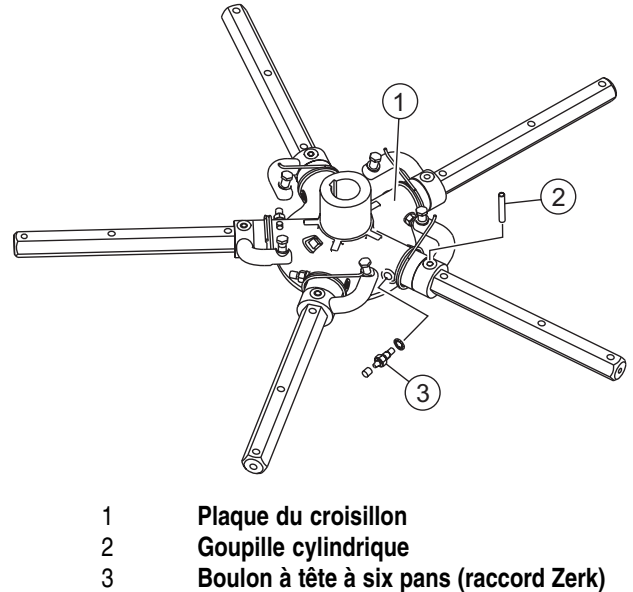

Figure 36. Retrait de la goupille cylindrique et du raccord graisseur Zerk
2. Chaque bras de la talocheuse-lisseuse est maintenu en position au niveau de la plaque du croisillon par un boulon à tête à six pans (avec raccord graisseur Zerk) et une goupille cylindrique. Retirez le boulon à tête à six pans et la goupille cylindrique (Figure 36) de la plaque du croisillon